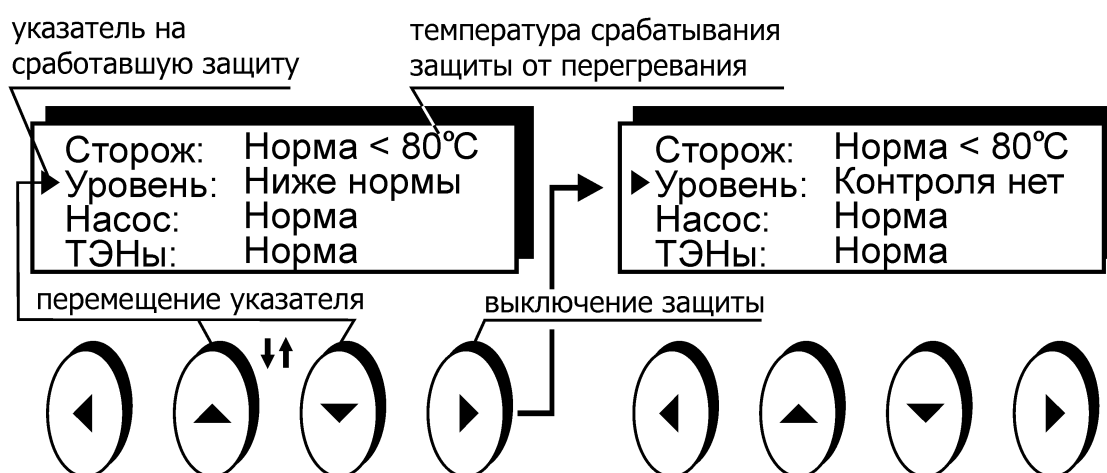

Рисунок 7 — Пример срабатывания защиты
- вращением регулятора 16 установить желаемую температуру срабатывания защиты, контролируя ее значение на дисплее (см. рисунок 7);